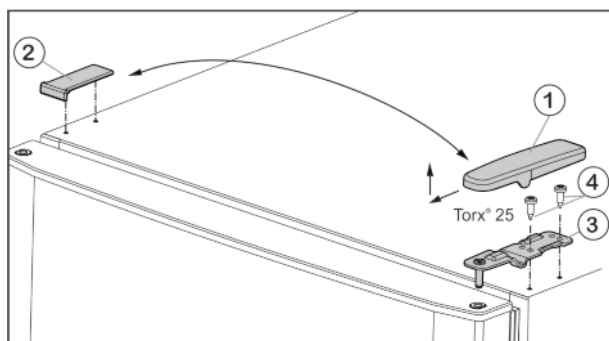
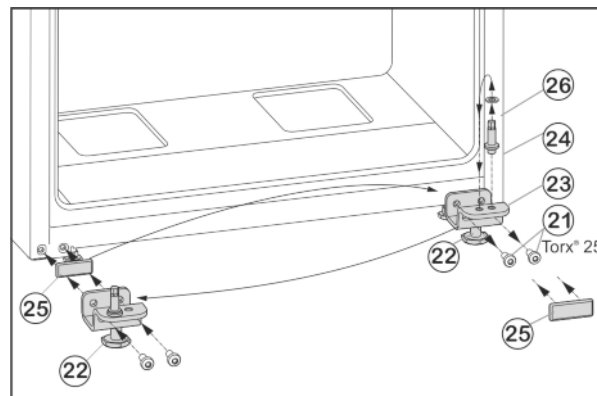

Fig. 5
Fig. 7
- ▶ Skinite pokrov Fig. 5 (1) prema naprijed i gore.
- ▶ Podignite pokrov Fig. 5 (2).
- ▶ Odvijte gornji podložak ležaja Fig. 5 (3) (2 puta Torx® 25) Fig. 5 (4) i izvucite ga prema gore.
- ▶ Odvijte pričvrzne vijke Fig. 7 (21).
- ▶ Skinite cijeli podložak ležaja dolje Fig. 7 (23) zajedno sa svornjakom ležaja Fig. 7 (24), pločicom Fig. 7 (26) i podesivom nožicom Fig. 7 (22).
- ▶ Potpuno odvijte svornjak ležaja Fig. 7 (24) zajedno s pločicom Fig. 7 (26), premjestite ga u suprotnu prihvatnu rupu podloška ležaja i ponovo zavijte.
- ▶ Pažljivo skinite poklopac Fig. 7 (25) i premjestite ga na drugu stranu.
- ▶ Cijeli podložak ležaja dolje Fig. 7 (23) zajedno sa svornjakom ležaja Fig. 7 (24), pločicom Fig. 7 (26) i podesivom nožicom Fig. 7 (22) ponovno pričvrstite na novoj strani šarke, po potrebi uz pomoć odvijača na baterije (s 4 Nm).
- ▶ Stavite donja vrata odozgo na svornjak ležišta Fig. 7 (24).
- ▶ Podložak ležaja u sredini (13) umetnite u donja vrata okrenut za 180° pa ga pričvrstnim vijcima (11) (2 puta Torx® 25) pritegnite čvrsto (s 4 Nm) na novu stranu šarki.
- ▶ Ponovo postavite plastičnu pločicu (10).
- ▶ Stavite gornja vrata na podložak ležaja u sredini (13).
- ▶ Umetnite gornji podložak ležaja Fig. 5 (3) na novu stranu šarke u vrata.
- ▶ Čvrsto pritegnite gornji podložak ležaja (**s 4 Nm**) (2 x Torx® 25) Fig. 5 (4). Po potrebi upotrijebite odvijač na baterije.
- ▶ Pokrov Fig. 5 (1) postavite izvana na suprotnoj strani tako da se fiksira.
- ▶ Pokrov Fig. 5 (2) postavite odozgo na suprotnoj strani tako da se fiksira.
- ▶ Odvijte podesivu nožicu Fig. 7 (22) napodlošku ležaja dolje Fig. 7 (23) tako da se podupre o pod.